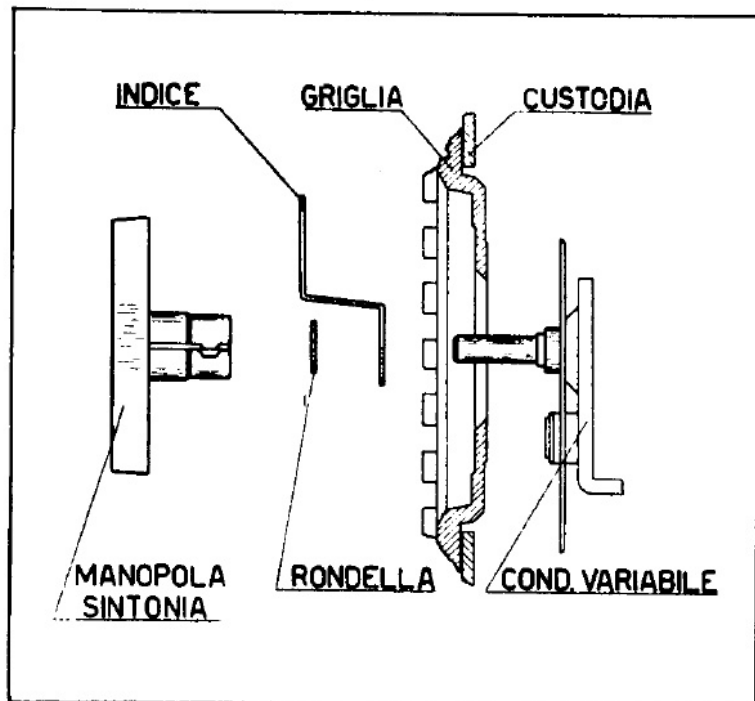

Fig. 3
- Ricollocare al suo posto l'indice di sintonia avendo cura che esso faccia battuta nell'apposita sede ricavata sull'asse di rotore del condensatore variabile e che la sua posizione angolare coincida a variabile chiuso o aperto con l'inizio o fine della scala graduata. La fig. 3 chiarisce l'operazione sopra descritta.